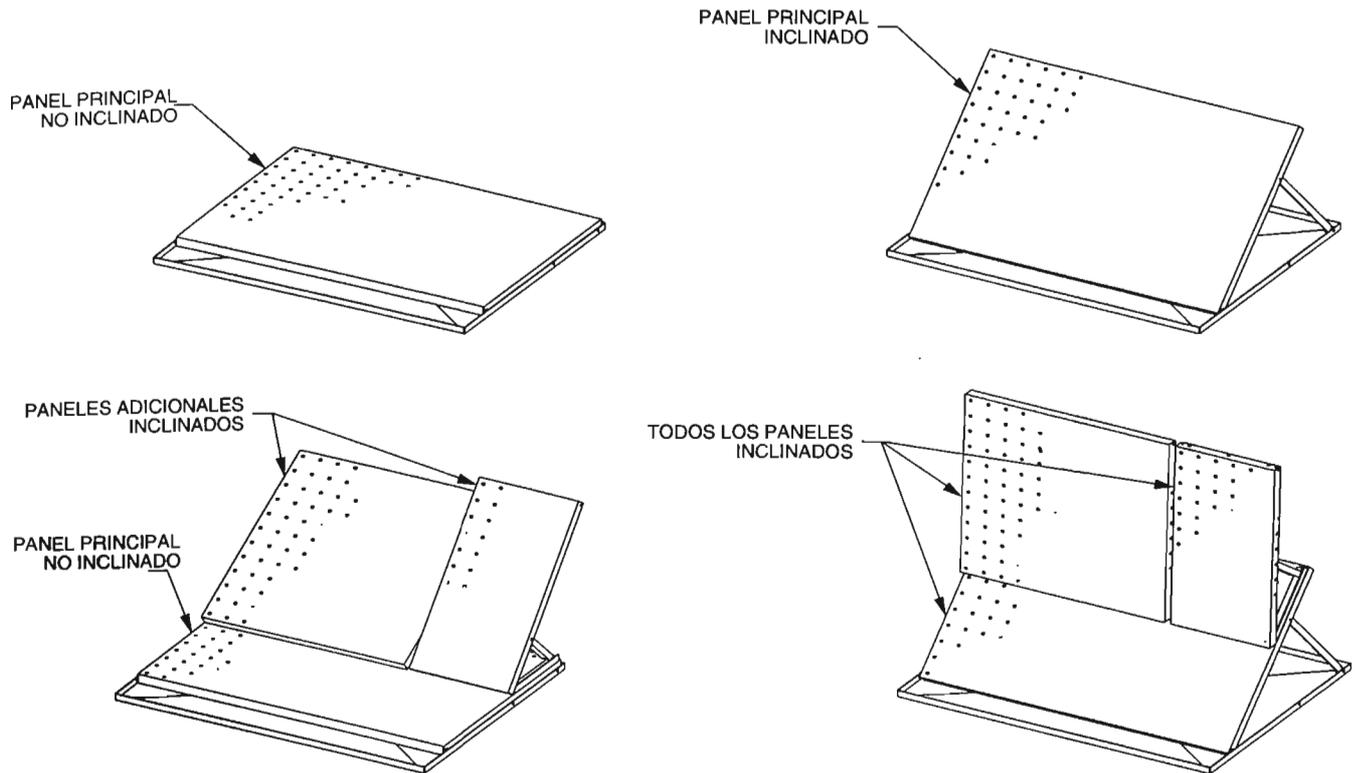

Figura 1-3. Configuraciones de la superficie de trabajo.
- 2. La figura 1-3 muestra las diferentes formas de configurar la superficie de trabajo. El panel principal se puede inclinar para facilitar la instalación del componente. Es posible instalar paneles adicionales en el panel principal para aumentar el área de la superficie de trabajo. Ambos pueden inclinarse y utilizarse como paneles de control, instalando los instrumentos de neumática.